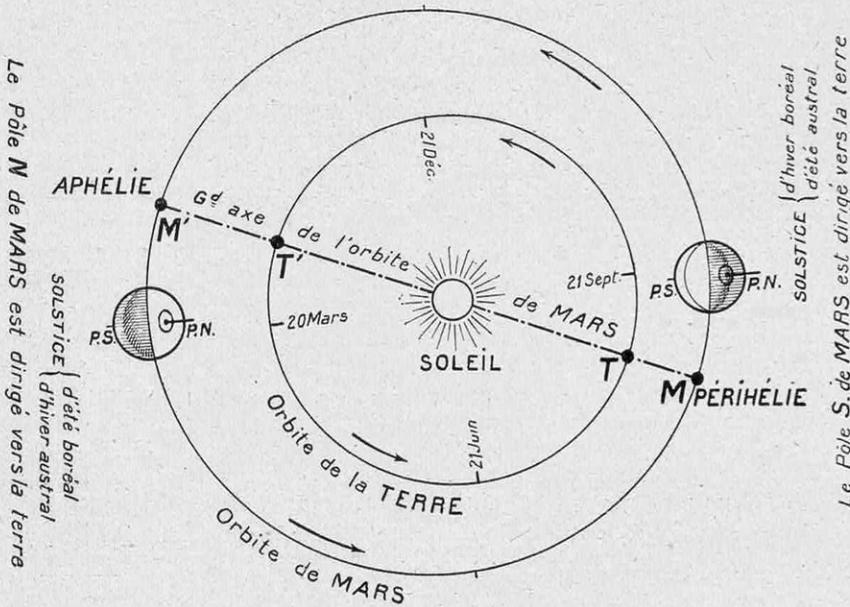

FIG. 2. — LES ORBITES DE LA TERRE ET DE MARS
mandés d'ailleurs par ces distances). Ainsi la Terre, éloignée du Soleil à 149 millions de kilomètres, met 365 jours $\frac{1}{4}$ pour faire le tour de son orbite. Mars, à 228 millions de kilomètres, met 687 jours pour accomplir sa course. A quel moment, courant sur leur orbites concentriques, les deux planètes sont-elles à leur plus grande proximité? C'est lorsqu'elles se trouvent sur une même ligne se confondant avec le rayon d'un de ces cercles dont le Soleil est le centre. Dans le cas présent (qui est le même pour toutes les planètes plus lointaines que nous), la Terre se trouve entre le Soleil et Mars, que l'on voit alors briller juste à l'opposé de l'astre du jour : dans ces conditions, la planète est dite en *opposition*. De telles positions sont indiquées sur la figure 2, la Terre étant en *T* ou *T'* et Mars en *M* ou *M'*.
celle de Mars, au contraire, est très accusée. Pour chaque orbite, le point le plus rapproché du Soleil est le *périhélie*, le plus éloigné l'*aphélie*. Au périhélie, la Terre est à 147 millions de kilomètres du Soleil, et à 152 millions à l'aphélie ; pour Mars, l'écart est beaucoup plus considérable allant de 207 à 249 millions de kilomètres. Il s'ensuit donc que ces deux orbites se dessinent très excentriquement l'une par rapport à l'autre (la direction de l'aphélie de l'orbite terrestre étant assez voisine de celle du périhélie de Mars) et cette excentricité de l'ensemble saute aux yeux au simple examen de la figure 2 ci-dessus.
nellement favorables. Répétons-le, elle est loin de se présenter toujours ainsi ; sa distance à la Terre varie dans des proportions énormes, ce dont on se rendra compte en examinant à nouveau la figure 2. Lors des oppositions qui ont lieu à l'aphélie, le diamètre est moitié plus petit qu'en ce moment ; et aux époques intermédiaires, alors que nous occupons des positions quelconques, le diamètre de Mars est plus réduit encore. Sur la figure 3, les dimensions extrêmes sont représentées, c'est-à-dire le diamètre apparent maximum lors des oppositions périhéliques, et la dimension minuscule du disque quand les deux planètes sont à leur plus grand éloignement (La Terre en *T*, Mars en *M*, fig. 2.) En regardant la figure 3 à une distance déterminée, comme l'indique la légende, on se rendra compte de l'apparence sous laquelle nous apercevons au télescope notre voisine céleste. Mais, direz-vous, pourquoi ne pas grossir davantage les
puisque l'inclinaison de l'axe est un peu plus forte. La figure 2, à laquelle le lecteur se reportera encore, montre cette position des solstices d'hiver et d'été sur l'orbite de Mars. On y verra qu'en ce moment, époque des plus grands rapprochements de Mars, c'est son pôle sud que cette planète nous présente, approchant de l'époque de son plein été : ainsi nous voyons donc la calotte polaire réduite à sa plus simple expression (1).